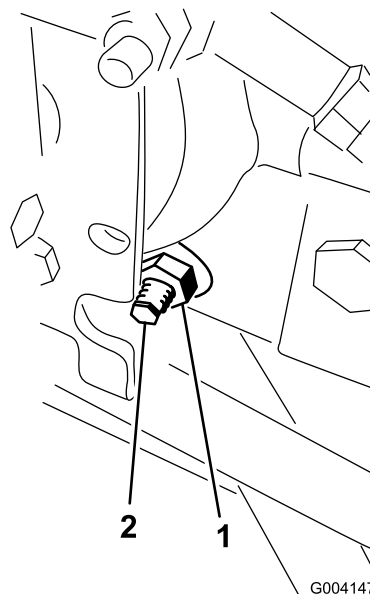

Рисунок 61
3. С правой стороны гидростата ослабьте контргайку кулачка регулировки тяги (Рисунок 61).